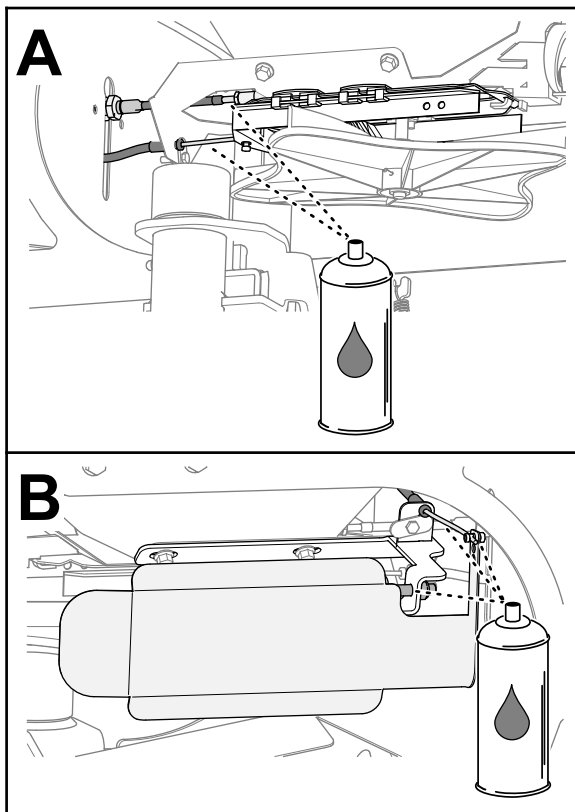

Figura 49
1. Aplique un lubricante hidrófugo a los cables de control y a los puntos de pivote, como se muestra en la Figura 49.